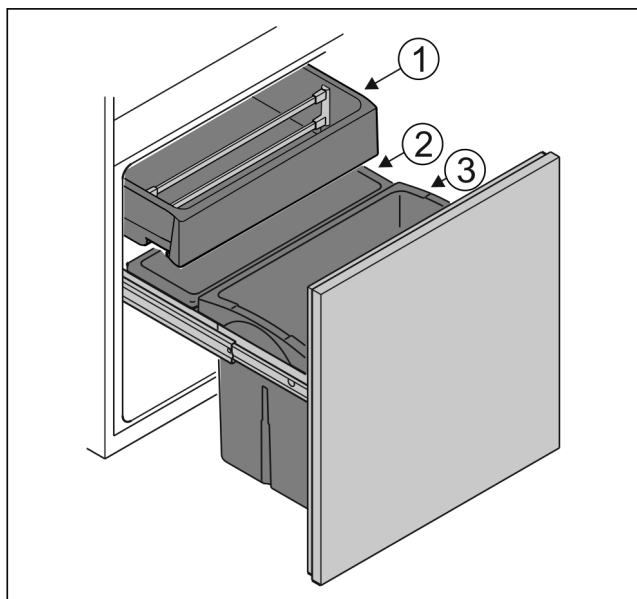

Fig. 6
- ▶ Bak Fig. 6 (1): Onverpakte groenten en zuidvruchten bewaren.
- ▶ Bak Fig. 6 (2): Onverpakte kleine groenten- en fruitsoorten bewaren.
- ▶ Bak Fig. 6 (3): Losse flessen bewaren.